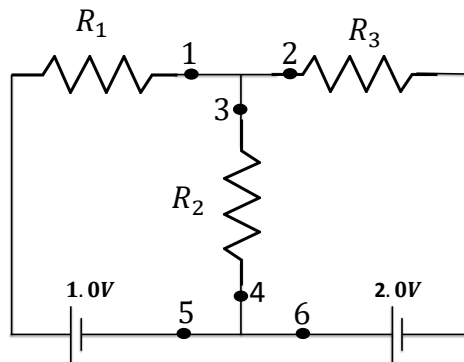

Figure 3
3. Placez le multimètre en mode ampèremètre et mesurez le courant aux points 1 à 6 indiqués à la Figure 3. Notez vos mesures dans la deuxième colonne du Tableau 1.
1. Comparez vos résultats pour les mesures de courant aux points 1 et 5 de la Figure 3. Sont-ils semblables? Calculez la moyenne de ces deux valeurs pour la suite de l'analyse.
2. Même question pour les points 2 et 6 de la Figure 3.
3. Même questions pour les points 3 et 4 de la Figure 3.